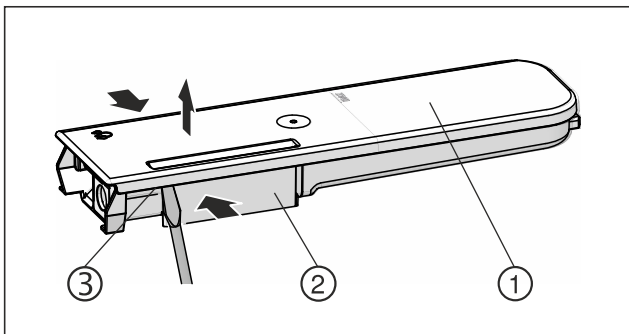

Fig. 165
- ▶ Ścisnąć zbiornik wody Fig. 165 (2), a pokrywę Fig. 165 (1) podnieść ostrożnie nad uchwyty zatrzaśkowe Fig. 165 (3) i pociągnąć w górę.
- ▶ Pokrywę przestawić delikatnie w przód i w tył Fig. 165 (1) i pociągnąć w górę.